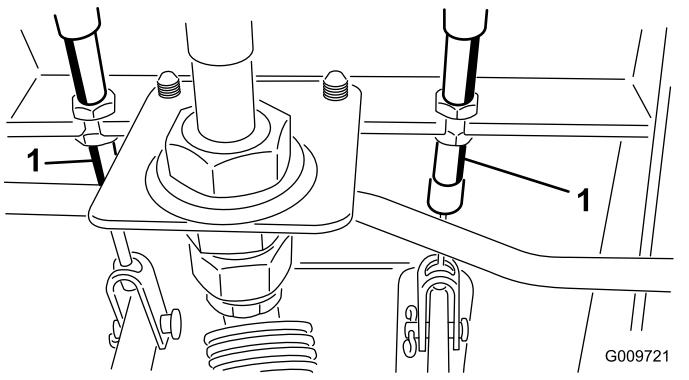

Figura 95
- A. Allentate il dado anteriore sull'estremità filettata del cavo del freno (Figura 95).